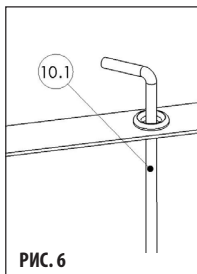
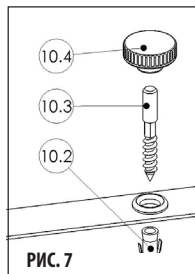

РИС. 6
РИС. 7
- 9) Для прикрепления изделия к местности предназначен крепежный комплект, который входит в комплект поставки. Этот комплект включает в себя элементы для жесткого закрепления в траве (РИС. 6) и на укрепленном покрытии (РИС. 7).